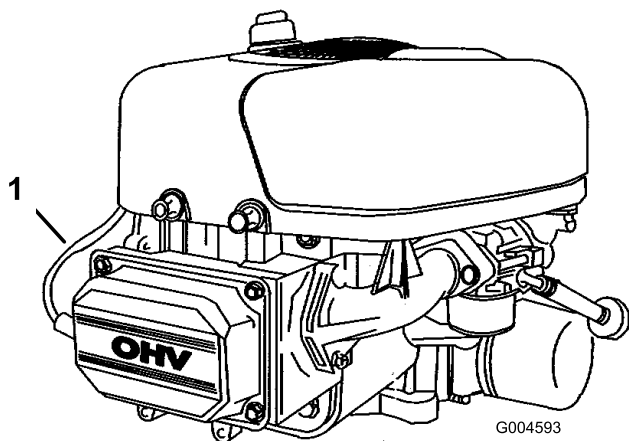

Bild 23
7. Klemmen Sie das Zündkabel von der Zündkerze ab (Bild 23).
3. Schließen Sie den Zündkerzenstecker an die Zündkerze an (Bild 23).